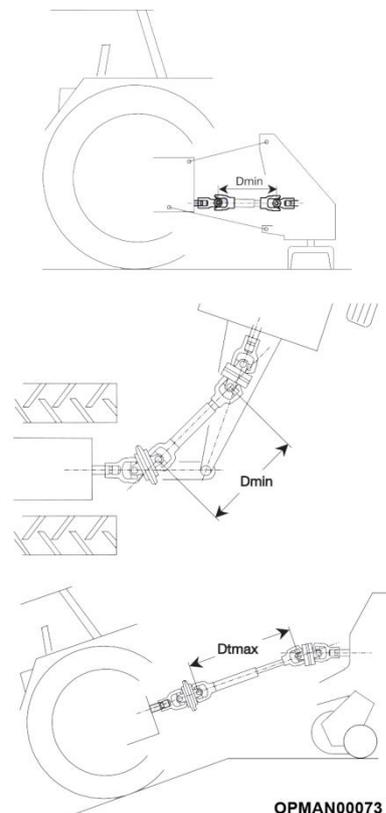

Figure 3.5 – Recouvrement d'arbre d'entrée max/min
Positionnez le tracteur/la tondeuse rotative de manière que les deux demi-arbres soient à la distance minimale entre les deux extrémités ; voir la Figure 3.5. À ce stade, vérifiez que le tube extérieur ne gêne pas le tube intérieur de la chape et déterminez de combien le tube extérieur doit être raccourci.
Sur les tondeuses rotatives tractées, la distance minimale « Dmin » (voir Figure 3.5), est obtenue entre les articulations pendant le braquage. Vérifiez qu'à l'extension maximale « Dmax », généralement obtenue quand la machine est alignée dans une descente raide, l'accouplement entre les deux tubes est encore suffisant.
- 3.3.3.1 L'arbre de PDF d'entrée étant accouplé, placez le tracteur et la machine à l'angle le plus étroit possible, Dmax (voir la Figure 3.5).
- 3.3.4.6 Contrôlez la longueur de l'arbre de transmission aux positions minimale et maximale de la machine. Voir la Figure 3.5 pour les longueurs Dmin/Dmax.